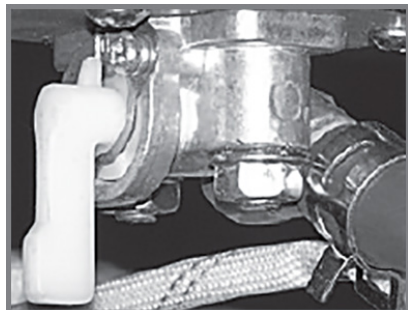

Рис. 3
1. Откройте топливный кран (рис. 3).